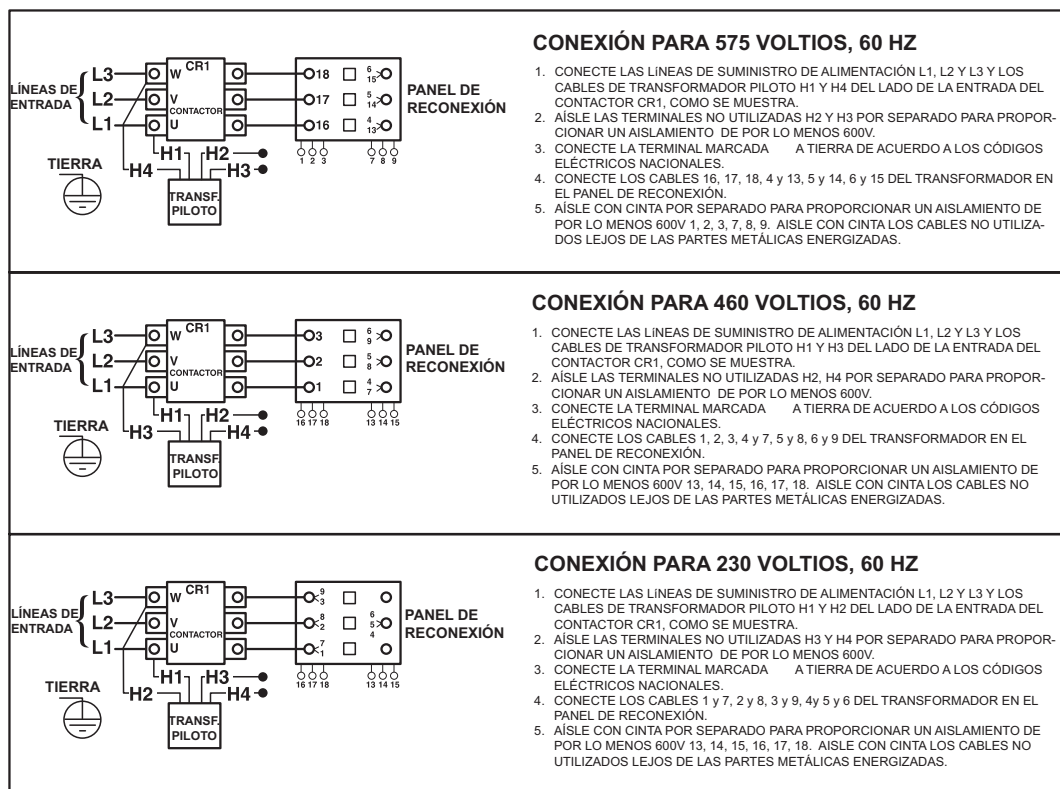

FIGURA A.5-Posiciones de la Tarjeta del Panel de Reconexión para Máquinas de 230/460/575 VCA
2. Para 230/460/575, consulte la Figura A.5. (M15666)